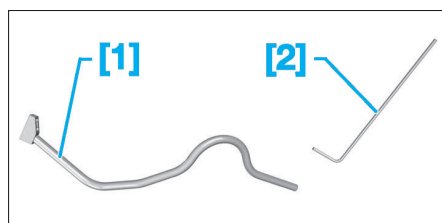

Fig. 1
- [1]. Levier de compression du tendeur dynamique (réf : 0194-E3) (Fig.1).